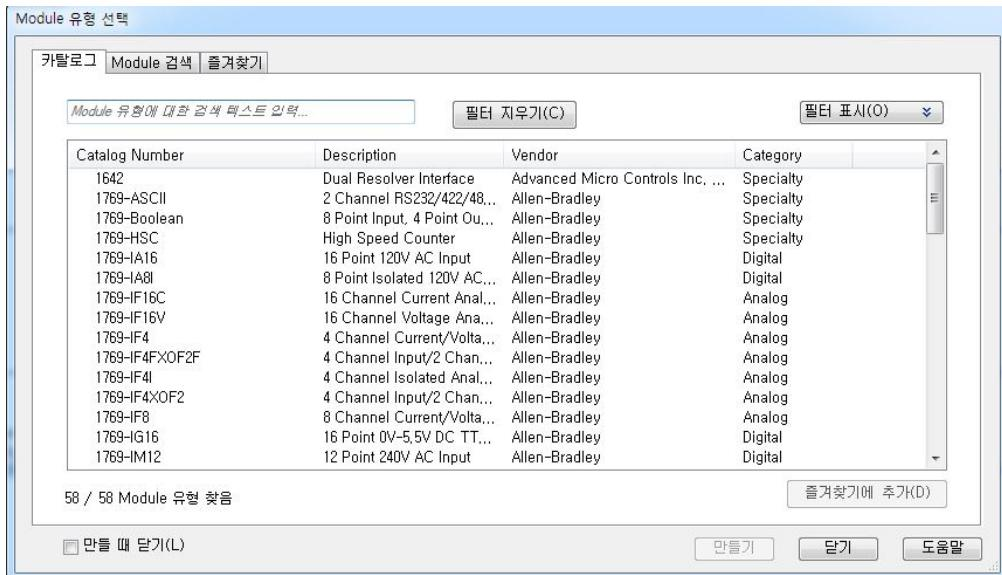

Figure 7 Module registration
- 2) CPU 모듈을 우클릭 하면 New Module 메뉴를 선택한다. Figure 7과 같이 모듈 등록창이 팝업된다.